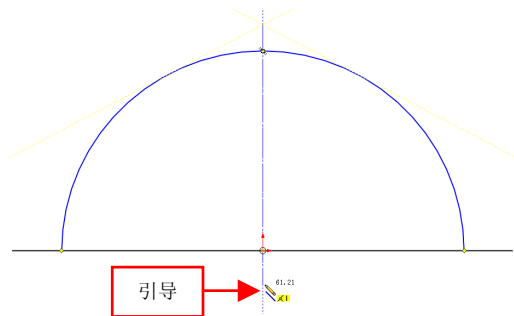

图 2-31 向下引导光标
(3) 在绘图区中合适的点上，单击鼠标左键，进入草图绘制环境，再次单击合适的点，并向下引导光标，如图 2-31 所示。